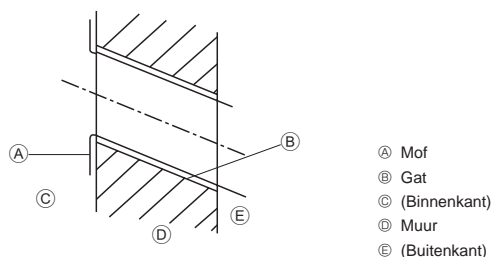

Fig. 3-3
- Ⓐ Ophangplaat ①
3.2.2. Het gat voor de pijpleiding boren (Fig. 3-3)